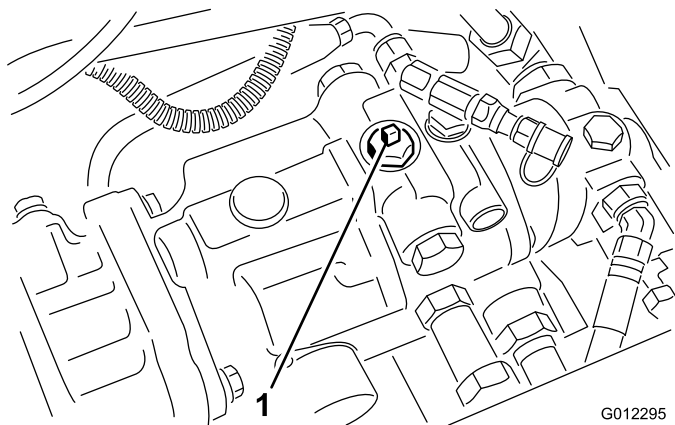

Figura 21
3. Ruotate la valvola di by-pass di 90 gradi (Figura 21).